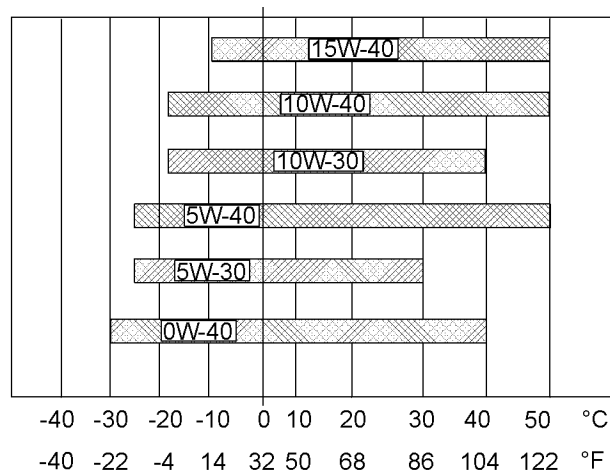

図 33
冷めたエンジンを始動するのに必要なオイルの粘度を判断するには、図33 (最低温度) を参照してください。
想定される最高外気温でエンジンを運転する際のオイル粘度を選択するには、図33 (最高温度) を参照してください。
- 適切な推奨油粘度を参照してください。図33を参照して、各エンジンに適した粘度等級を確認してください。